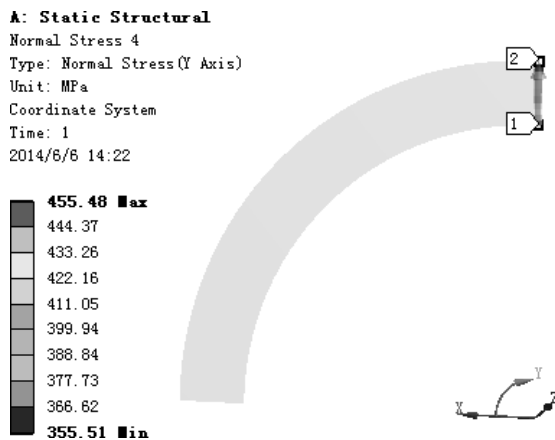
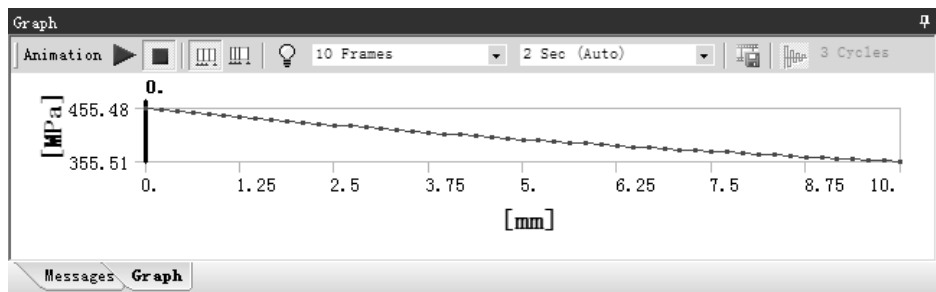

图 7.5.33 切向应力（路径 Path）结果图解
图 7.5.34 切向应力（路径 Path）图表
(6) 查看沿路径 Path 切向应力结果图解。在“Outline”窗口中选中 Normal Stress 4，查看图 7.5.33 所示的切向应力 (路径 Path) 结果，其最小应力为 355.51 MPa，最大应力为 455.48 MPa；在“Graph”窗口中显示图 7.5.34 所示的路径图变化情况。